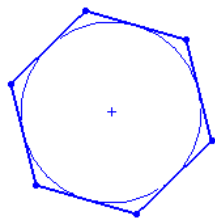

图 2.6.9 绘制的六边形
Step5. 定义多边形的一个角点。根据系统提示 **生成 6 边多边形**，再次单击，放置多边形的一个角点。此时，系统立即绘制一个多边形，如图 2.6.9 所示。